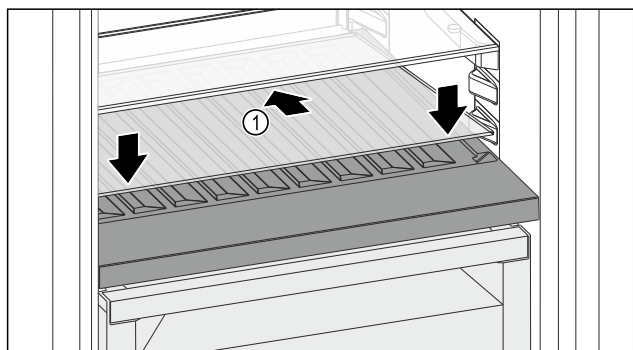

Fig. 194
- Posizionare il ripiano di vetro *Fig. 194 (1)* inclinato indietro e verso il basso.
- Abbassare la parte anteriore del ripiano di vetro *Fig. 194 (1)*.